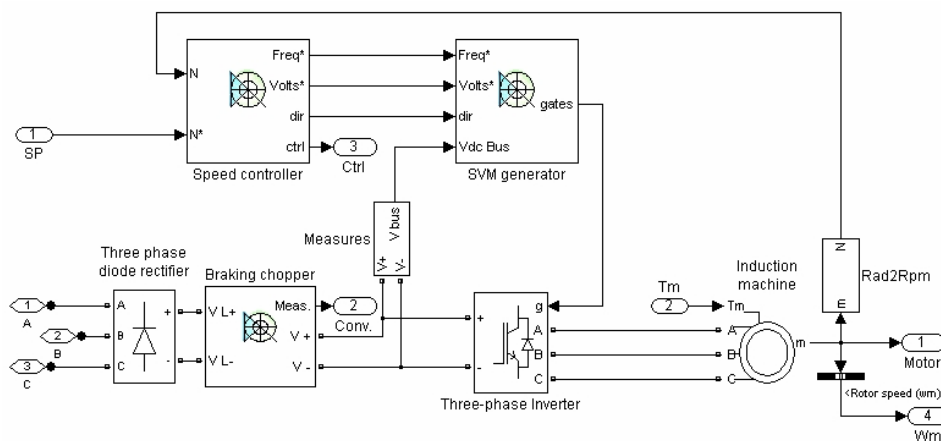

Fig. 1. Estrutura interna do bloco AC2.
- a) Utilize o bloco **AC2** (Fig. 1) que se encontra na biblioteca *SimPowerSystems* > *Application Libraries* > *AC Drives*, que corresponde à utilização da técnica Volt-Hertz (V-Hz) para realizar o acionamento do motor de indução trifásico assíncrono;